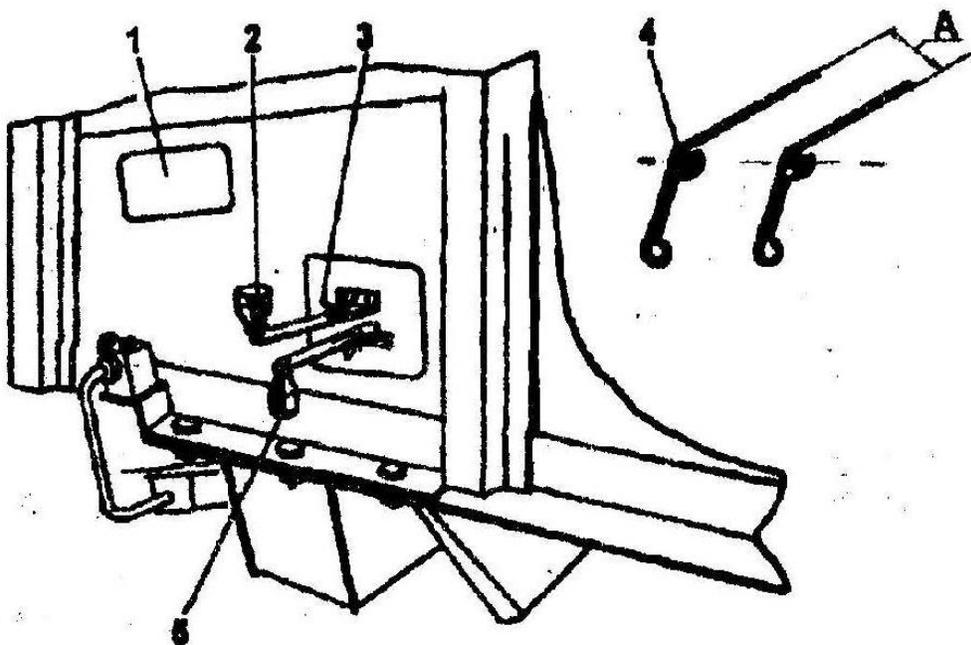

Рис. 35. Механизм регулировки зазоров между жалюзи решета;
- 1) откройте смотровой люк 1 против решета (рис. 35);